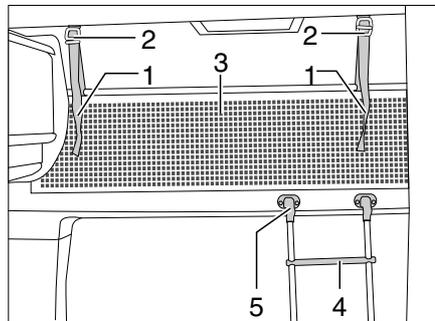

Bild 99 Alkovenbett
Zum Besteigen des Alkovenbetts die serienmäßig beigelegte Aufstiegsleiter (Bild 99,4) benutzen.
- Die Leiter mit den Holmen in die Halterung (Bild 99,5) an der Alkovenblende einhängen.
Das Sicherungsnetz (Bild 99,3) ist serienmäßig zwischen Matratze und Lattenrost verstaut. Das Sicherungsnetz erst aufspannen, wenn sich die Personen bereits im Alkoven befinden.
- Die Haltebänder (Bild 99,1) in die Halterungen an der Decke (Bild 99,2) einrasten.